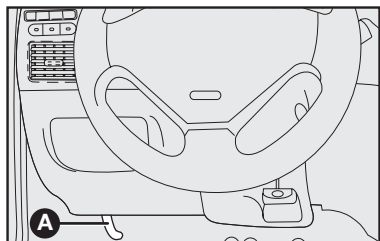

fig. 121
- 1) Puxar a alavanca **A**-fig. 121.